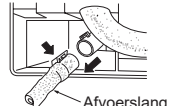

Fig. 2
- Trek de afvoerslang aan de linkerachterkant van de binnenunit los. (Fig. 2)